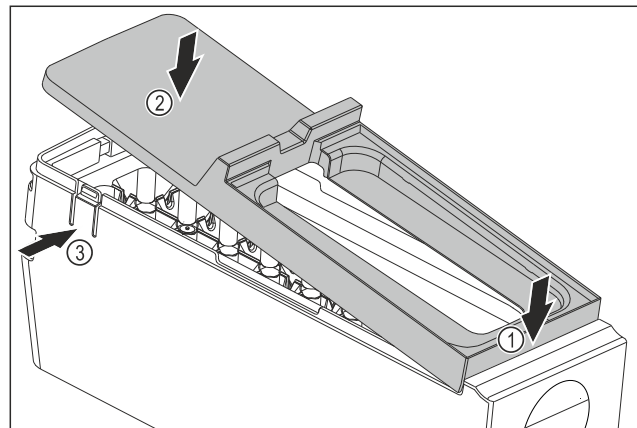

Fig. 144
- ▶ Abdeckung des EasyTwist-Ice-Korpus montieren: Abdeckung vorne ansetzen. Fig. 144 (1)
- ▶ Abdeckung hinten absenken. Fig. 144 (2)
- ▷ Abdeckung rastet hörbar in beiden Laschen Fig. 144 (3) ein.